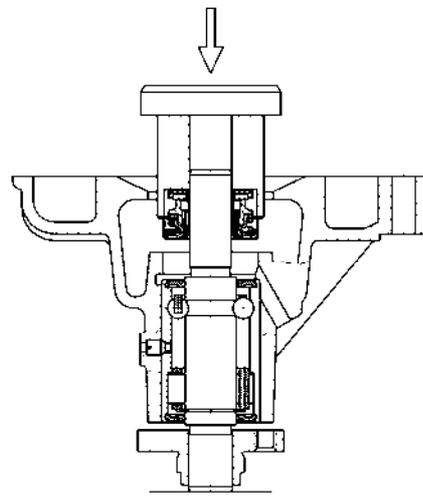
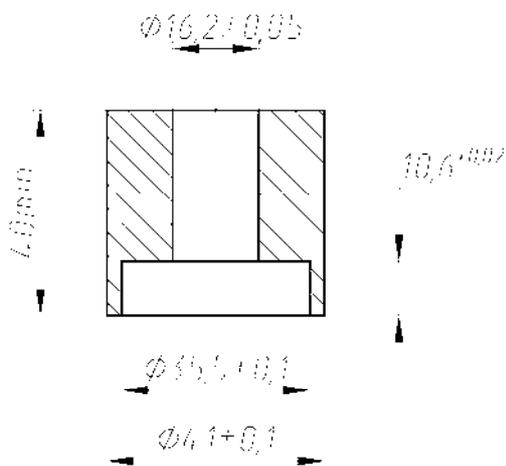

Abb. 94. Einpressen der Dichtung Wasserpumpe
Abb. 95. Einsteckdorn Dichtungen
- Die Dichtung mit einem Dorn auf die Lagerwelle und in die die Pumpe ohne Schräglauflaufen lassen (Abb. 94). Verwenden Sie zum Einpressen der Dichtung einen Dorn (Abb. 95), der die erforderliche Kompression der Dichtungsfeder gewährleistet;